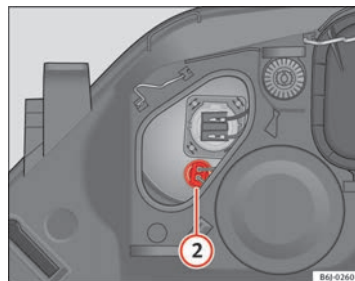

Abb. 153 Standlicht
- Ziehen Sie den Stecker ⇒ Abb. 153 ② nach außen ab.